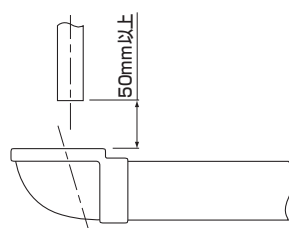

図1. 耐熱排水エルホッパー
3. 耐熱排水エルホッパー 75×50は排水位置により排水性能が変わります(詳しくは設計・施工マニュアルをご参照ください)。タンクからの排水は耐熱排水エルホッパーの中心より流出側に寄せて配管してください(図1)。